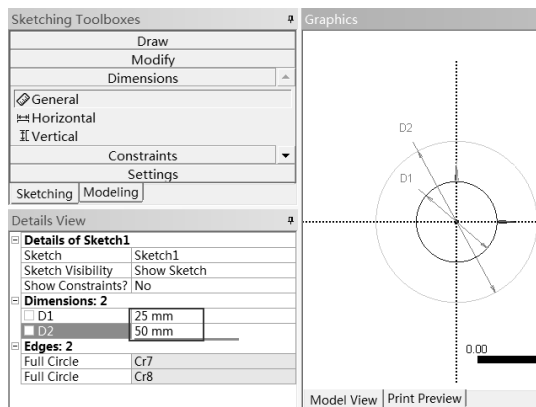

图 14-9 标注
Step7：选择 Dimensions Diameter 命令，创建如图 14-9 所示的两个直径标注，在 D1 栏中输入 25mm，在 D2 栏中输入 50mm。